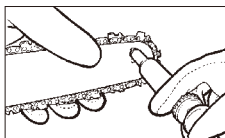

Fig. 20
3. Sätt in fettspnutans (tillval) spets i smörjhålet och spruta in fett till det kommer ut på kedjekransspetsens utsida (Fig. 20).